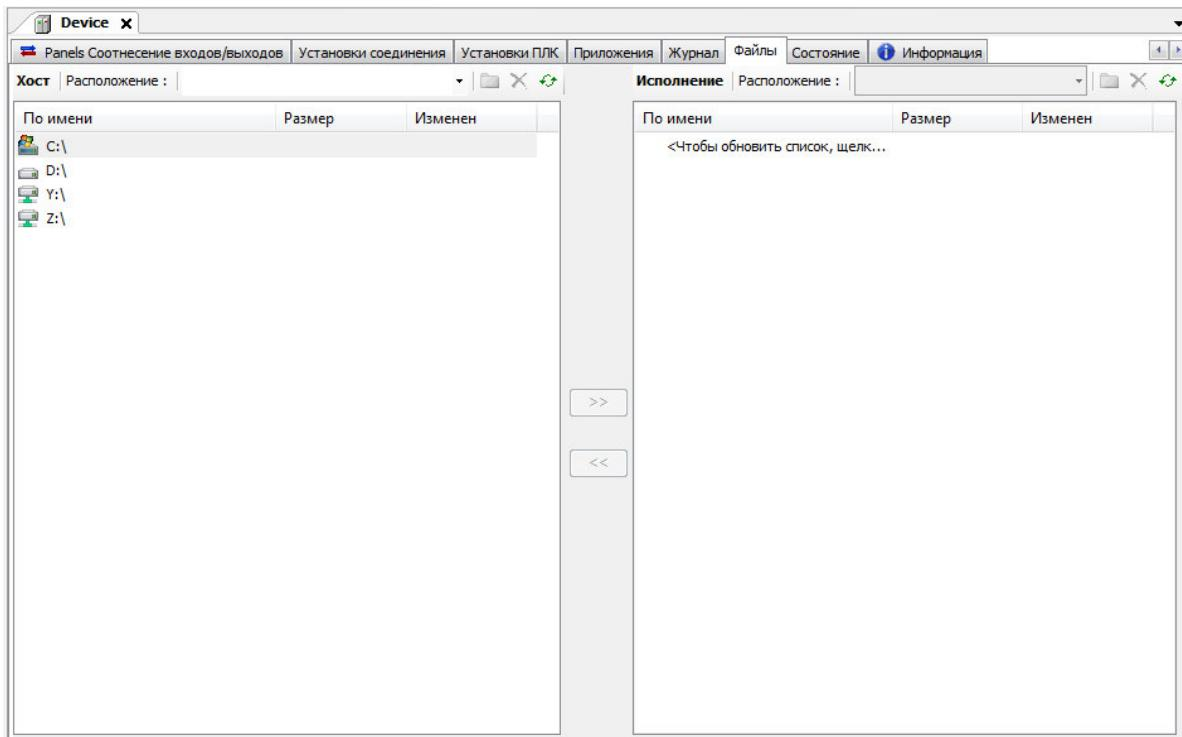

Рисунок 3.83 – Вкладка Файлы. Начало работы с USB-Flash в среде CoDeSys
- 2 В дереве устройств выбрать устройство **Device** и дважды нажать на него левой кнопкой мыши. В появившейся закладке найти вкладку **Файлы** (рисунок 3.83). Левое окно вкладки отображает данные на компьютере, правое окно – содержание памяти контроллера.